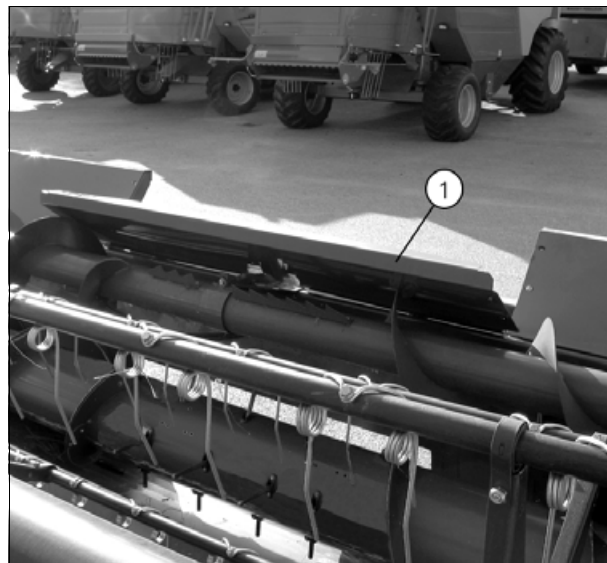
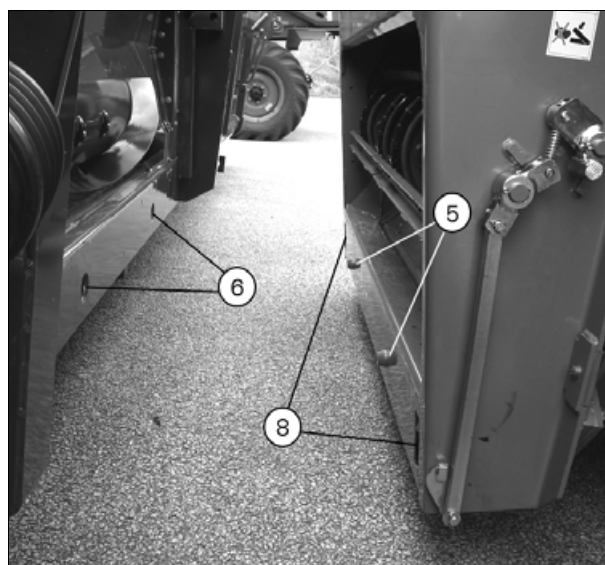
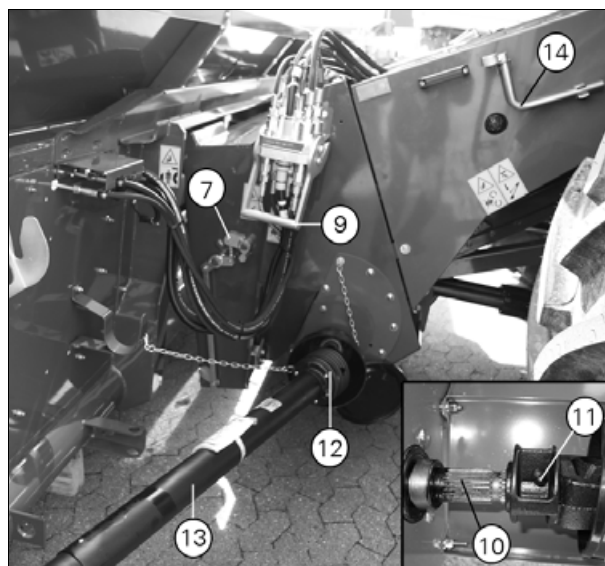

Рис. 1.
Рис. 2.
Рис. 3.
(рис. 1, рис. 2 и рис. 3)
7. Поверните запорное устройство (7) и с помощью гаечного ключа (14), входящего в комплект поставки машины, прикрепите крюки (8) к жатке (рисунок снизу рис. 2).
9. Присоедините многофункциональную муфту к штуцеру главного приемного элеватора и соедините две детали, используя рукоятку (9).